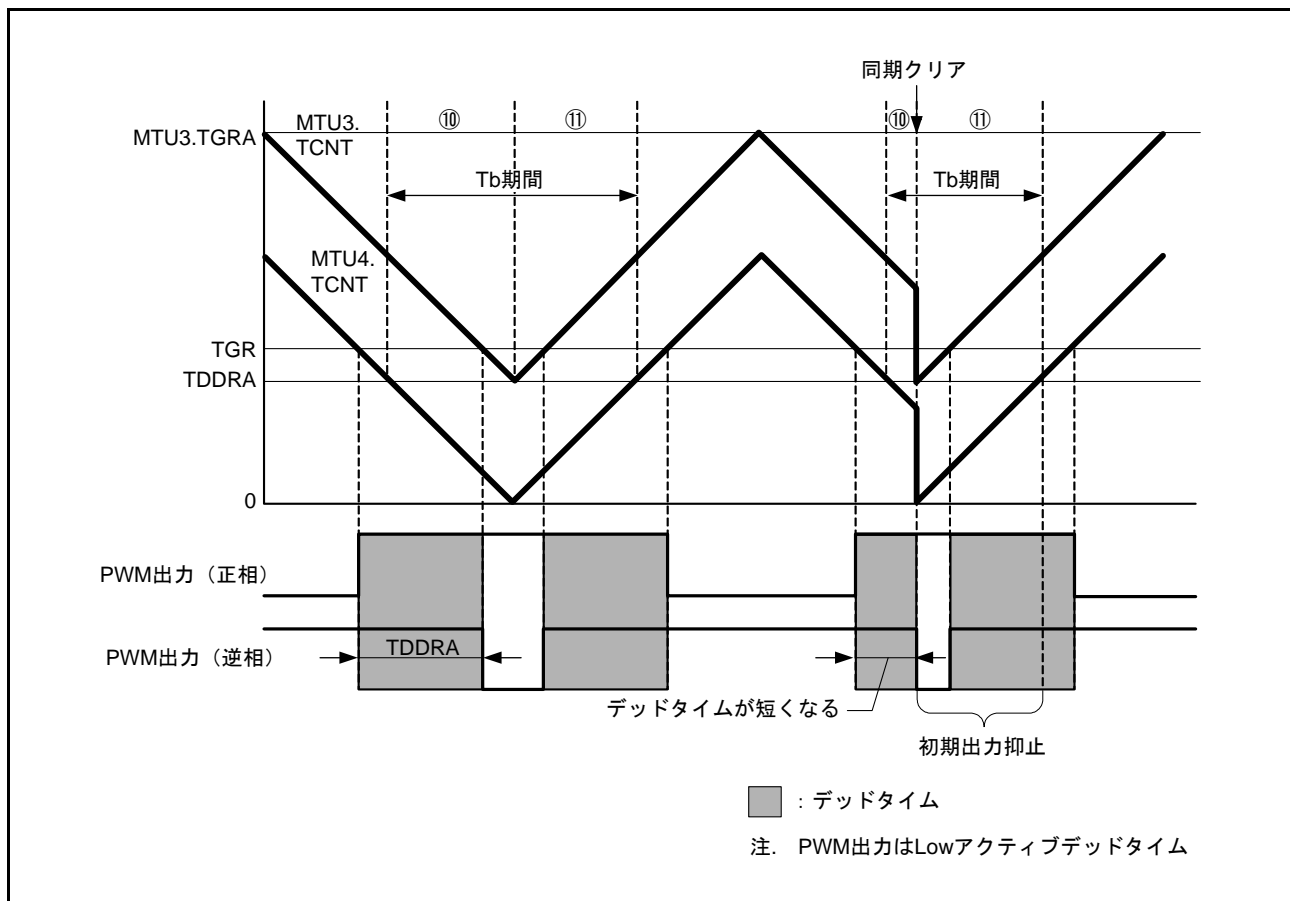

図 22.140 同期クリア例 (条件 1 の場合)
条件 1 : 初期出力の抑止期間⑩にて、PWM 出力がデッドタイム期間中に同期クリアした場合 (図 22.140 参照)。